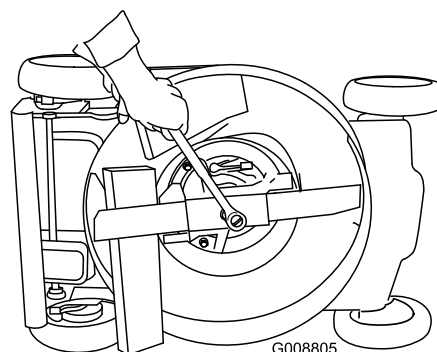

Figura 39
3. Utilice un bloque de madera para inmovilizar la cuchilla (Figura 39).